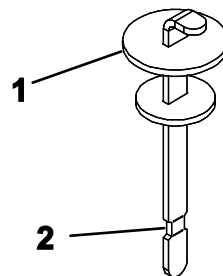

图19
4. 从加油颈上取下量油尺用干净的抹布擦拭。将量油尺插入加油颈然后取出检查液位。油位应达到量油尺上的标记处图19。